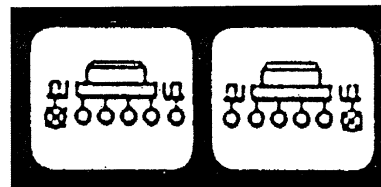

fig.13
4.4 Beschrijving van de besturingstoetsen (fig.13)